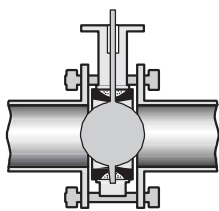
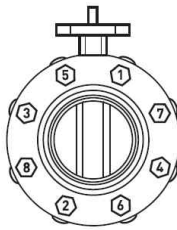

Figure 5. 설치방법 3.
Figure 6. 볼트 체결
- . 플랜지 볼트 체결: 밸브 위치 조정이 끝나고 나면, 디스크를 완전히 열어 배관에 디스크가 닿지 않는지 확인하고(Figure 5. 참조), 플랜지 볼트를 순서대로 완전히 조여 줍니다. (Figure 6. 참조)
- . 밸브를 배관에 조립 후 플랜지 접촉면으로부터 누수가 없는지 주의 깊게 확인하여야 하며, 누수 시에는 플랜지 볼트를 순서대로 조여 줍니다. (Figure 6. 참조)